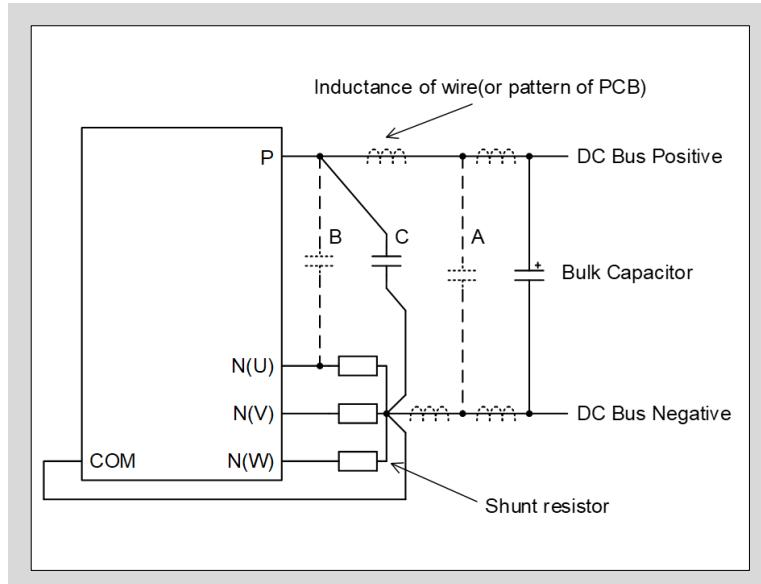

図4-1 シャント抵抗とスナバコンデンサの推奨配線
- 一般的には図4-1の"C"箇所に接続します。"A"箇所にスナバコンデンサを接続すると、配線のインダクタンスを無視できないため、サージ電圧を効果的に抑制することができません。スナバコンデンサを"B"箇所に接続すると、スナバコンデンサに流れる充放電電流はシャント抵抗にも流れます。これは、電流検出信号に影響を与えるため、過電流保護レベルが設計値よりも低くなります。"B"箇所のサージ電圧抑制効果は、"A"または"C"箇所より優れていますが、電流検出精度を考慮すると"C"箇所の方が優れています。